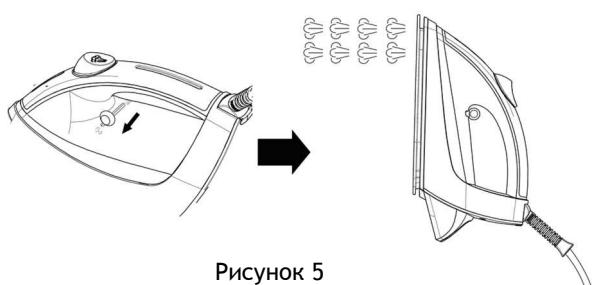

Рисунок 5
2. Режим потужної пари: концентрація пари в передній частині підошви, що створює вищий тиск пари й усуває важкі для розгладжування зморшки (рисунок 5).